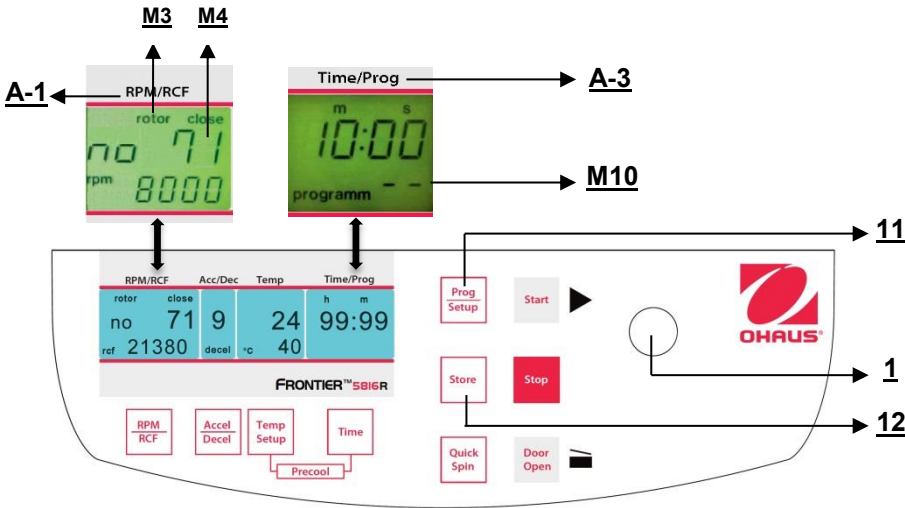

Abbildung. 25
Um gespeicherte Programme aufzurufen, drücken Sie die Taste **"Prog/Setup"** (11) (siehe Abbildung 25), während der Deckel bereits geschlossen ist. Innerhalb der Anzeige **"Time/Prog"** (A-3) erscheint **"programm --"**(M10). Die gewünschte Programmnummer kann vorab mit dem Anpassungsknopf (1) ausgewählt werden. Auf den entsprechenden Anzeigen erscheinen die gespeicherten Werte für dieses Programm. Wenn sich der falsche Rotor für das vorab ausgewählte Programm innerhalb der Zentrifuge befindet blinkt auf der Anzeige **"RPM | RCF"** (A-1) das Wort **"rotor"** (M3). Gleichzeitig werden das Wort **"FALSE"** und die gespeicherte Rotornummer **"xx"** (M4) abwechselnd blinken.
Um den Programmmodus zu verlassen, drücken Sie lediglich die Taste **"Prog/Setup"** (11) (siehe Abbildung 25). Dann erscheint innerhalb der Anzeige **"Time/Prog"** das Wort **"programm"**. Stellen Sie die Anzeige auf **"programm--"** (M10), indem Sie den Anpassungsknopf benutzen (1).